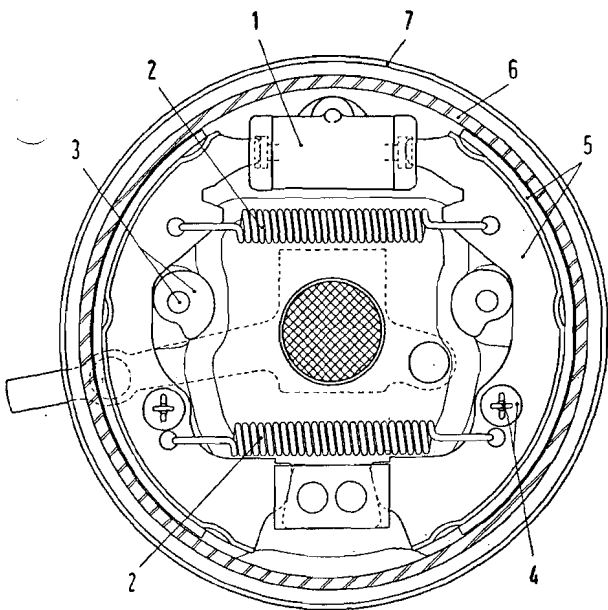
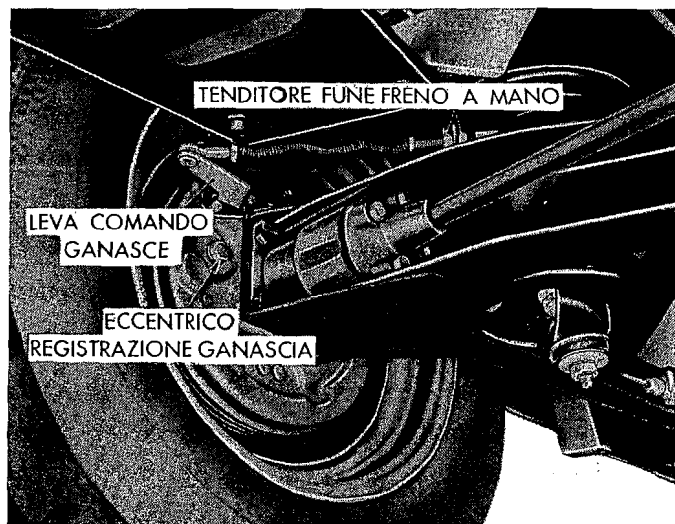

Fig. 94. - Sezione sul tamburo freno della ruota anteriore sinistra del mod. « Giardiniera 500 ».
Fig. 96. - Comando del freno a mano ed eccentrico registro ganasce, del mod. « Giardiniera 500 », sulla ruota posteriore sinistra.
- mantenere in questa posizione le ganasce, quindi far ruotare i dadi degli eccentrici di registro (fig. 96) fino a portare gli eccentrici (3, fig. 94) a contatto con le ganasce;
Per la regolazione della corsa della leva a mano di comando (da effettuarsi dopo aver ristabilito il giuoco normale fra ganasce e tamburo, sul mod. « Giardiniera 500 »), occorre portare la leva in posizione di riposo, quindi tirarla nuovamente verso l'alto di due denti del settore ed agire su entrambi i tenditori, posti in prossimità dei freni di ciascuna ruota posteriore (fig. 96).